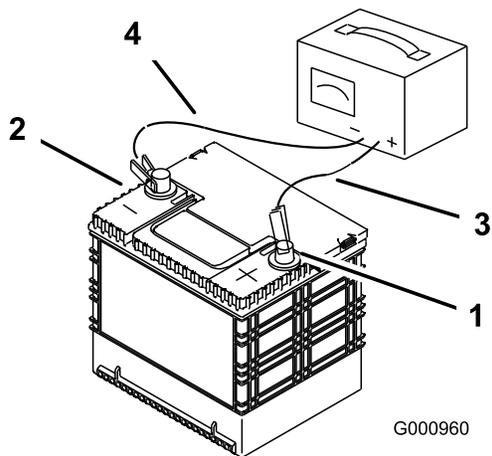

図 53
- 充電が終わったら、チャージャのプラグをコンセントから抜いてから、チャージャのリード線をバッテリー端子から外す 図 53。